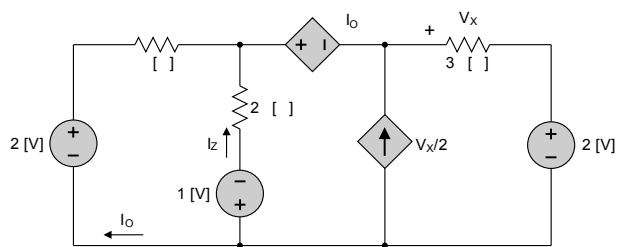

Figura 3.9.
- 3.2.** Empleando el método de análisis mas adecuado, encuentre el valor de la corriente I_z en el circuito de la figura 3.9. Considere β como una constante.